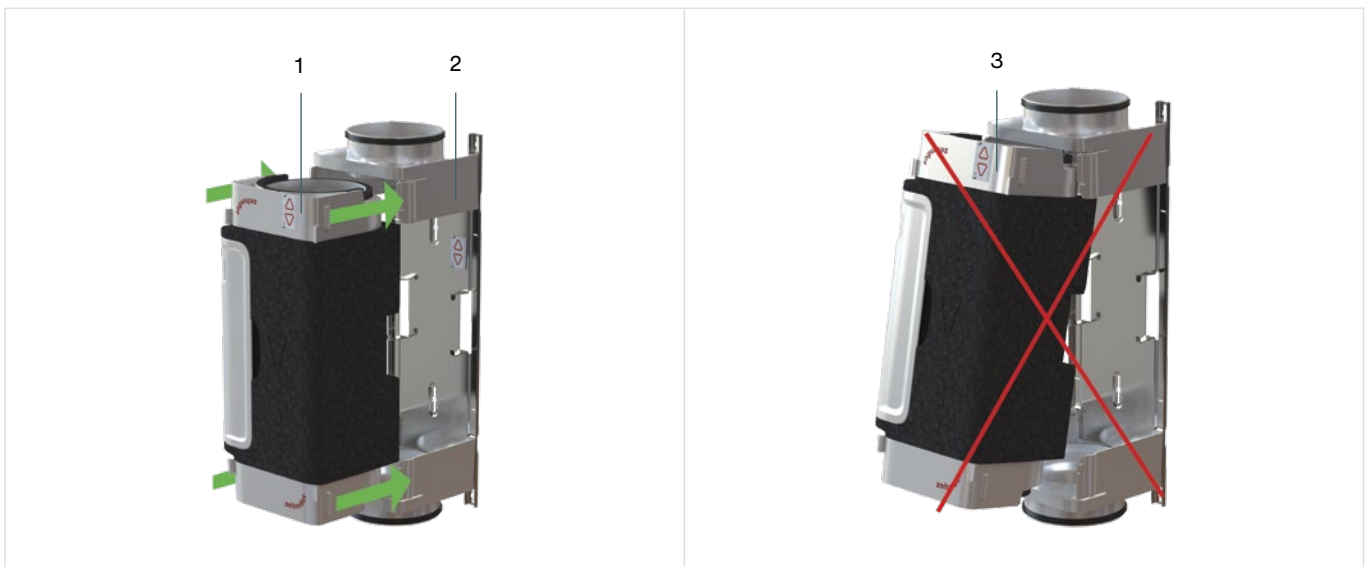

Fig. 5.3 - Placement du VM-interior dans le VM-frame
3. Placez le VM-interior (Fig. 5.3, pos. 1) à angle droit (perpendiculairement) dans le VM-frame (Fig. 5.3, pos. 2).
Le placement de travers (Fig. 5.3, pos. 3) du VM-interior a pour effet d'endommager le VM. Placez toujours le VM à angle droit (perpendiculairement) comme représenté à la Fig. 5.3, pos. 1 et pos. 2.
3. Placez le VM à angle droit (perpendiculairement) (Fig. 5.3, pos. 1) dans le VM-frame (Fig. 5.3, pos. 2).